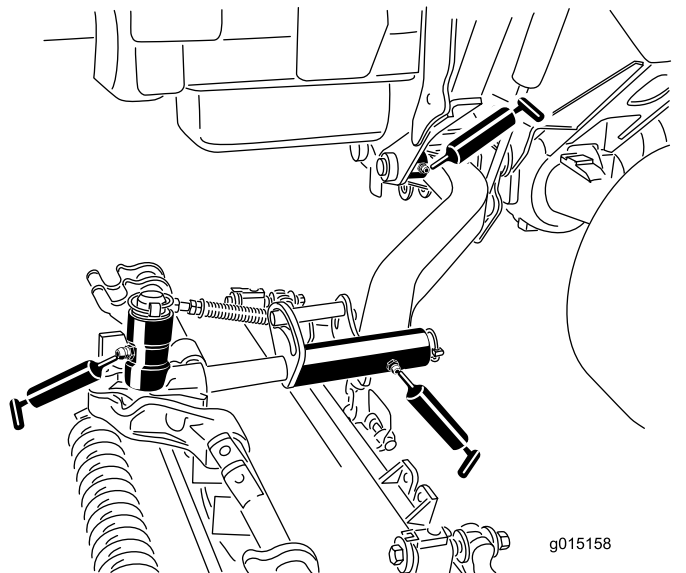

Рисунок 50
- Втулки осей поворота подъемных рычагов (по 1 шт. на режущий блок) (Рисунок 50)
- Несущая рама режущего блока (по 2 шт. на режущий блок) (Рисунок 50)
- Ось поворота подъемного рычага режущего блока (по 1 шт. на режущий блок) (Рисунок 50)